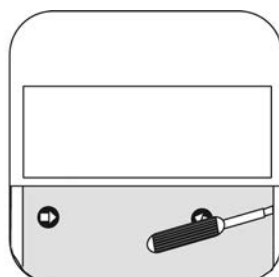

рисунок 11: Демонтаж декоративной крышки
- Осторожно снять декоративную крышку с помощью отвертки (рисунок 11).
Регуляторы настройки для порога освещенности и чувствительности находятся на накладке сигнализатора движения 1,10 м за крышкой (1) и на накладке сигнализатора движения 2,20 м на задней стороне прибора. Осторожно снять крышку (1) с помощью отвертки (рисунок 11). Период последствия изменять запрещено.